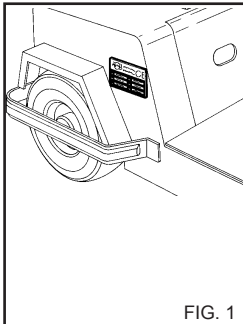

FIG. 1
- Запустите транспортное средство при помощи ручки пуска/акселератора (fig. 1, Fig. 6).